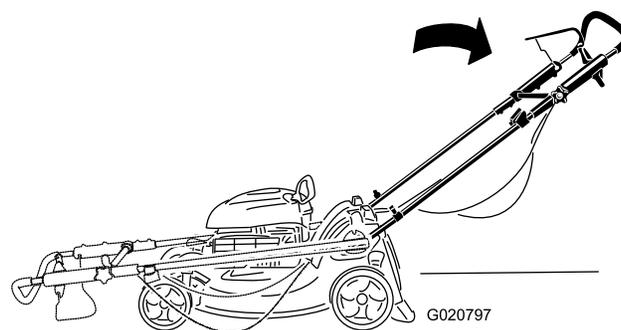

Figura 3
1. Aprite la stegola come illustrato in Figura 3.